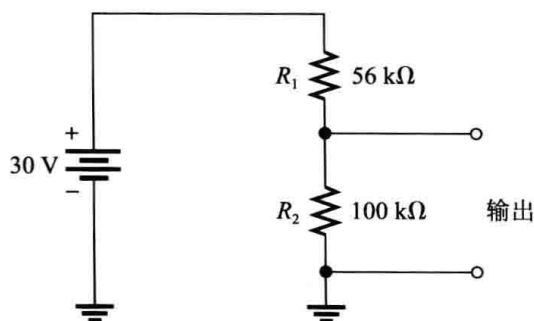

图 6-32
3. 对于图 6-32 所示的分压器，试求其空载输出电压。若在输出端与接地端之间接 $10\text{M}\Omega$ 负载电阻，再求输出电压。